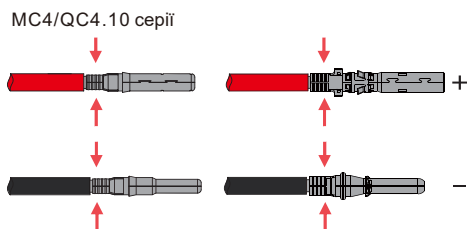

Рисунок 4.1-2 PV-кабелі та PV-роз'єми
**Крок 2.** Підключіть PV-кабелі до PV-роз'ємів, див. рисунок 4.1-2.